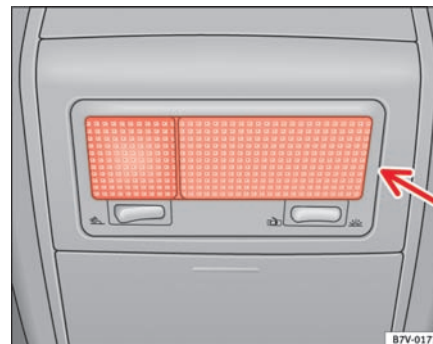

Fig. 170 Læselampe
- Drej fatningen på bagsiden af lampen i pilens retning ⇒ side 241, fig. 170, og tag den af.